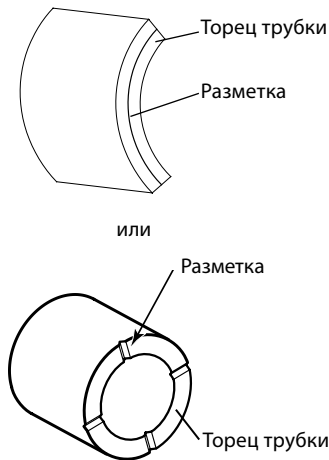

Рис. 5 Разметка на торце трубки
11. Проверьте наличие радиальной разметки на торце трубы (см. рис. 5). Она позволяет определить, когда трубка надлежащим образом до упора вошла в аппарат MHSU. Если разметка не видна, не следует использовать предварительно обжатый узел.